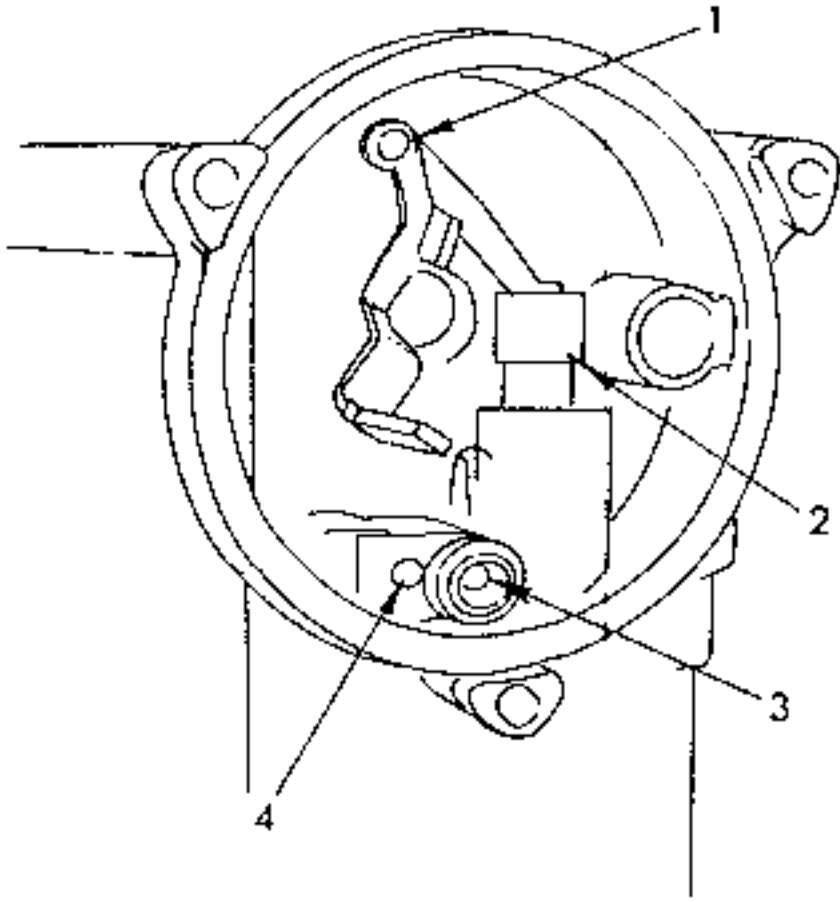

Bild 42 Ansicht der Innenseite des Vergasers bei abgenommenem Seitendeckel.
- Schrauben (2) lösen, den Halter mit dem Zugmagnetschalter (4), den Vergaserdeckel (4) und die Deckeldichtung (44) abnehmen.
- Vergaserdeckel umgekehrt halten und den Schwimmerstift (37) und den Schwimmer (36) ausbauen. Schwimmernadelsitz und Schwimmernadelventil (Teile 38 bis 40) ausbauen.
- Starterklappenwelle verdrehen, bis der Starterkolben aus der Bohrung kommt (Bild 42) und die Teile vom Vergaserdeckel abnehmen.
- Schraube des Drosselklappenhebels lösen, den Hebel (26) und das Verbindungsstück für die Purtpfe (27) abnehmen.